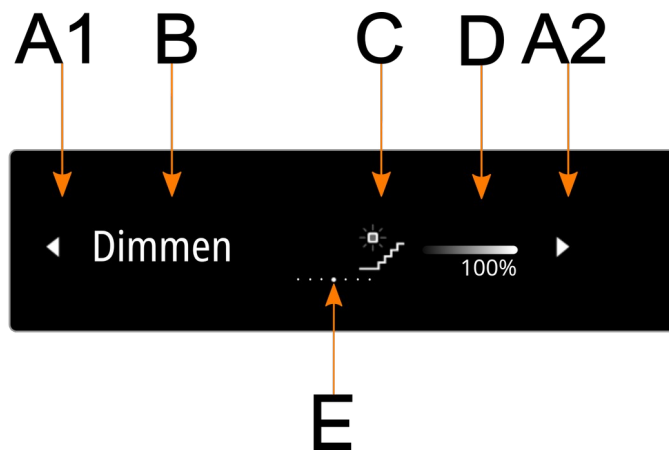
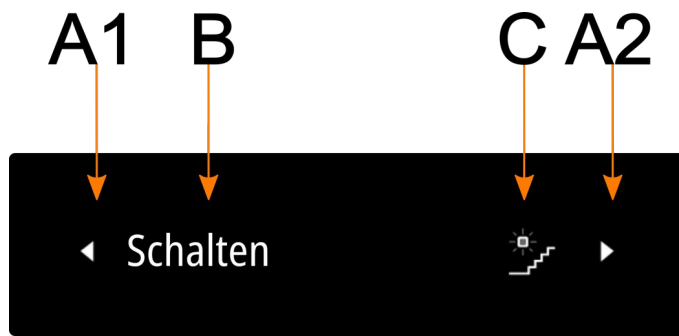
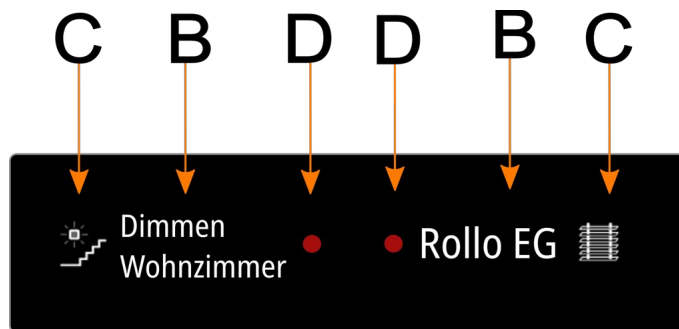

Abbildung 9: Wippendarstellung im Wippendisplay Standard beim Dimmen
Abbildung 11: Wippendarstellung im Wippendisplay Standard Schalten
Abbildung 12: Einzeltastendarstellung
Die Wippen-Displays visualisieren abhängig von der Verwendung der Tastenbedienung als Einzeltaste oder Wippentaste die (Kanal-) Funktion. Die Darstellung der Wippe kann zentriert oder links-rechtsbündig erfolgen. Letzteres ist der Standardfall und ist in Abbildung 9 dargestellt. Dabei ist der grundsätzliche Aufbau im Wippenmodus entsprechend der Abbildung 9 wie folgt:
Die alternative Anzeige ohne Rückmeldung D bei links-rechtsbündiger Darstellung ist in Abbildung 11 dargestellt.
Die Darstellung als Einzeltaster ist wie folgt in Abbildung 12 dargestellt:
Die Zuordnung eines Kanals kann so erfolgen, dass dieser entweder die ganze Wippe belegt (Abbildung 11) oder nur eine Hälfte (Einzeltaster) (Abbildung 12). Meist gibt es für eine Kanalbedienung eine komplementäre Funktionsweise wie z.B. Schalten Ein und Schalten Aus, Dimmen Heller und Dimmen Dunkler, Jalousie Hoch und Jalousie Runter etc.
Um die Parametrierung einfacher zu gestalten, bietet die ETS Applikation Iconfamilien an. Diese stellen ein Icon in verschiedenen Ausprägungen dar, z.B. zwei Symbole für Ein und Aus, oder Familien, die sechs Zwischenzustände kennen. Die Verwendung einer Familie erlaubt der Firmware eine automatische Auswahl z.B. des für die Rückmeldung angepassten Icons, z.B. dichtere Lichtstrahlen der Lampe (Abbildung 11). Damit wird es dem Anwender einfach möglich, die Rückmeldung z.B. 60% von 40% grafisch zu unterscheiden.
Für die Auswahl der Bedienicons (A1/A2) stehen ebenfalls Iconfamilien zur Verfügung, z.B. in (Abbildung 11) die Familie „Pfeile Links Rechts Klein“. Dabei kann die Anordnung in der ETS mit der Polarität *Links<Rechts* gesondert angegeben werden, also ob im Beispiel (Abbildung 11) die
Die Firmware überprüft nicht, inwieweit bei der Wippenbeschriftung Überschneidungen z.B. in der Einzeltasterbetriebsart Abbildung 12 auftreten. D.h. die Beschriftung kann in die andere Hälfte der Wippe „reinragen“, d.h. ggf. dort die Beschriftung überdecken. Eine Kontrolle, dass diese Überschneidung nicht passiert, ist dem Anwender überlassen. Dadurch, dass es dann möglich ist, dass die Beschriftung links oder rechts in die jeweilig andere Seite ragt, ergeben sich mehr Gestaltungsmöglichkeiten bei der Wippenbeschriftung für den Anwender.
Infoanzeigen sind Wert- oder Textanzeigen mit Symbolen, die aus maximal fünf Teilanzeigen bestehen. Die Anzeigen der (Kanal-) Funktionen können teilweise überschrieben werden, um Infoanzeigen einzublenden. In diesem Fall bleibt die eigentliche Wippen- oder Einzeltastenbedienung erhalten. Bei Wippenbedienung sind die Bedienicons (A1/A2), weiterhin sichtbar, bei Einzeltasten die Rückmeldeicons (C) (vgl. Abbildung 9-Abbildung 12). In der Applikation kann parametrierbar werden, ob die eigentliche Beschriftung B,C,D (bzw. B, D bei Einzeltasten) bei An-